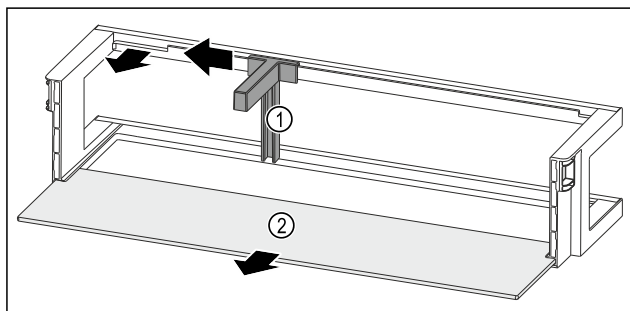

Fig. 128 Balconnet de contre-porte avec porte-bouteilles et tablette de rangement
- Pousser le porte-bouteilles Fig. 128 (1) sur le côté jusqu'à l'évidement.
- Retirer le porte-bouteilles Fig. 128 (1).
- Retirer la tablette de rangement Fig. 128 (2).